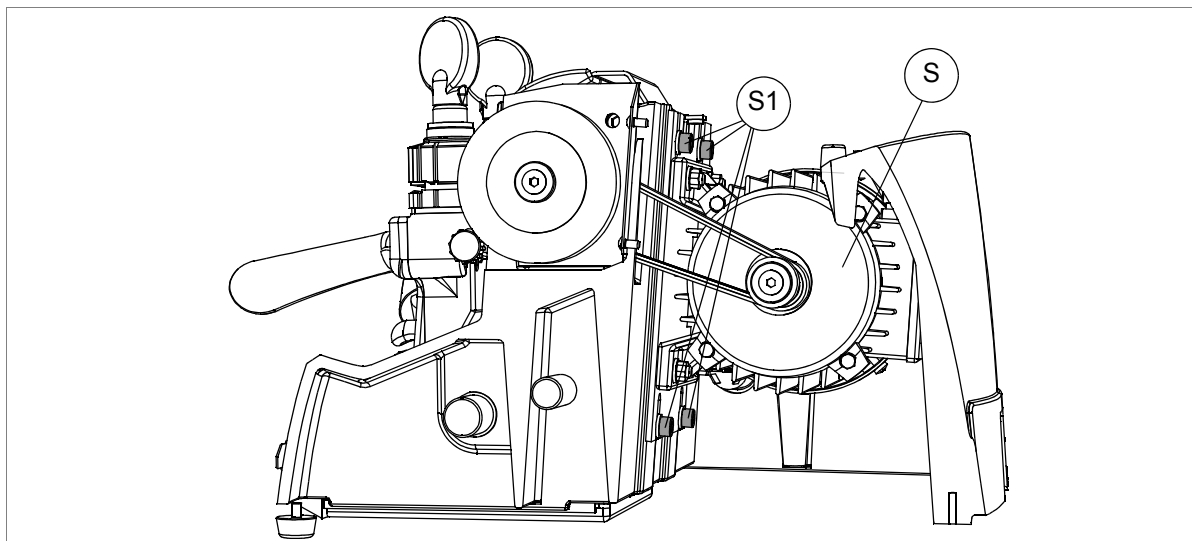

Fig. 22
- 2) Desaperte os três parafusos (M1) e remova a cobertura superior (M).
- 3) Desaperte os 4 parafusos (S1) da placa de suporte do motor (fig. 22).
- 5) * Desaperte os 4 parafusos (S1) da placa de suporte do motor (fig. 22).
- 1) Remova as duas pequenas almofadas (Q)
- 4) Desaperte os 4 parafusos (S1) (fig. 22) da placa de fixação do motor e extraia a correia.
- 7) Instale a correia e bloqueie os 4 parafusos (S1) (fig. 22) da placa do motor.